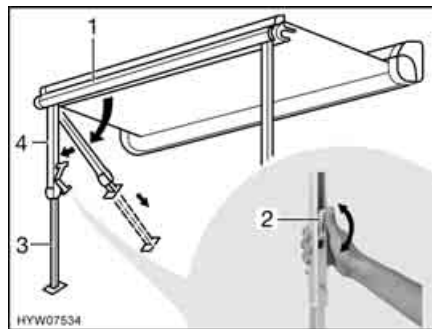

Fig. 32 Installazione dei montanti di supporto
- Estrarre i montanti di supporto (Fig. 32,4) dal listello anteriore (Fig. 32,1) ribaltandoli e montarli.
- Aprire il bloccaggio sui montanti di supporto. A tal fine ripiegare la leva di serraggio (Fig. 32,2) verso l'alto.
- Estrarre la parte inferiore dei montanti di supporto (Fig. 32,3) fino alla lunghezza desiderata.